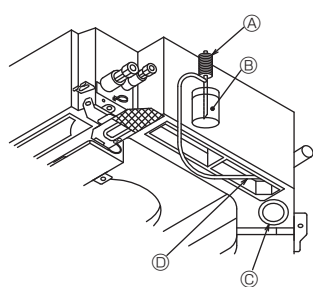

Fig. 7-8
7.4. Проверка дренажа (Fig. 7-8)